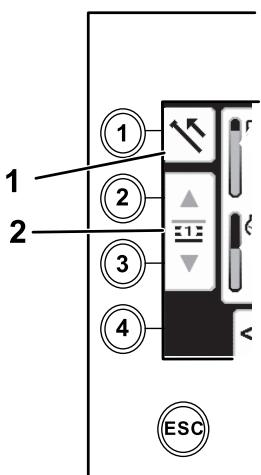

Bild 13
1. Drücken Sie die Taste 1, um die Option für das Rohrziehen auszuwählen (Bild 13).
2. Drücken Sie die Tasten 2 und 3, um die Reihe auszuwählen, in der Sie das Rohr platzieren möchten (Bild 13)